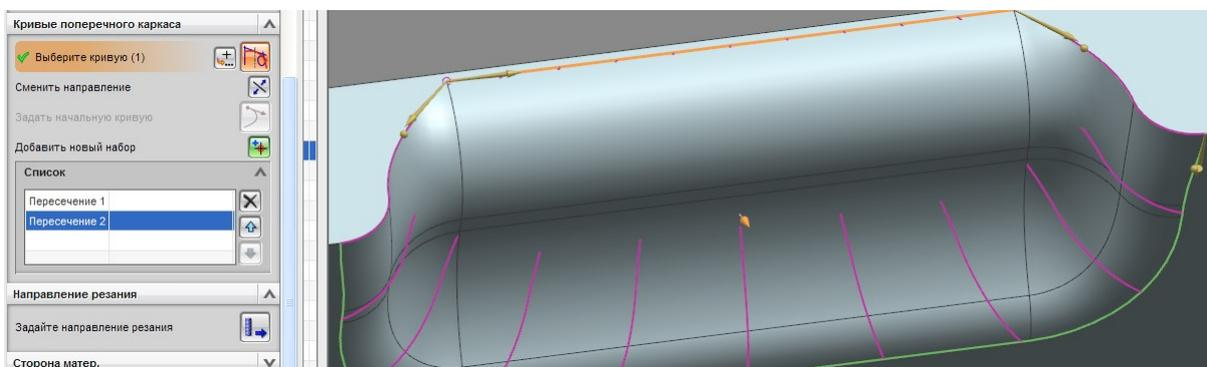

Рис. 2.66. Выбор верхнего ребра кармана
- выберите верхнее ребро кармана (см. рис. 2.66);